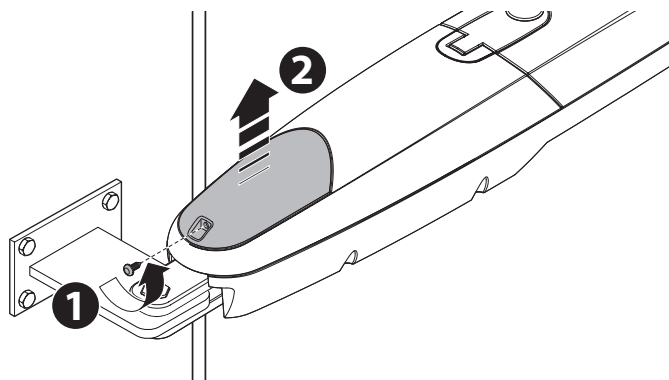

Fig. 13
**01.** Remover a tampa traseira de acesso às ligações **fig. 13**;